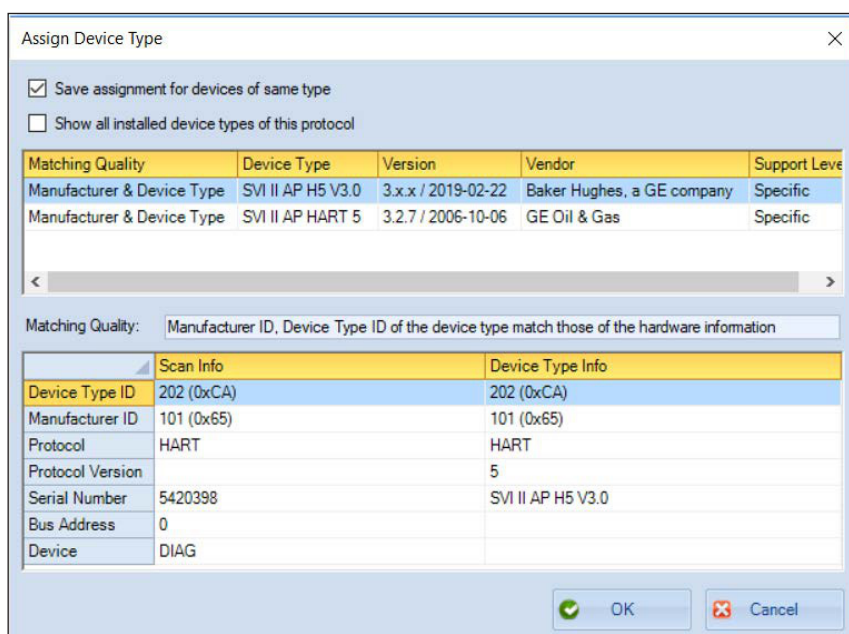

Рисунок 140 - Назначение типа устройства
- Убедитесь в том, что модем подключен, выберите модем HART®, под которым вы хотите установить позиционер, щелкните правой кнопкой мыши и выберите **Rebuild Network (Перестроить сеть)**. Если вы используете *Rebuild Network* (Перестроить сеть), то появится следующий экран (Рисунок 140). Выберите соответствующий тип устройства и нажмите **ОК**. В диалоговом окне *Assign Device Type* (Назначить тип устройства) I перечислены только DTM, соответствующие подключенному устройству. Приведенный ниже рисунок предназначен только для информации.